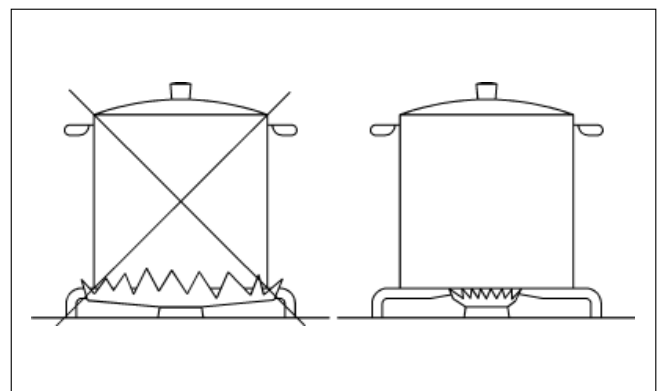

Abb. 2
- für jeden Brenner geeignete Kochtöpfe verwenden (siehe die folgende Tabelle und die Abb. 2).